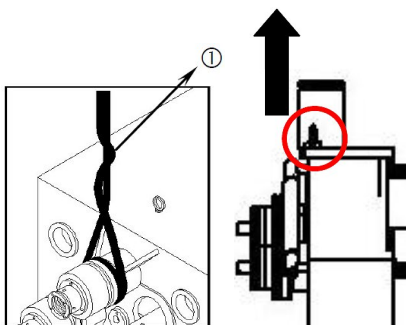

Abb. 11: Ringbiegemaschine umstellen
Schritt 1: Einen Riemen mit einer Tragfähigkeit von ca. 1 Tonne um die Welle der oberen Rolle schlingen (PRM 50 FH - 1, Abb. 11) bzw. mit einem Lashaken an der oberen Ringöse für den Transport einhaken (PRM 60 FH, Abb. 11, rechts).